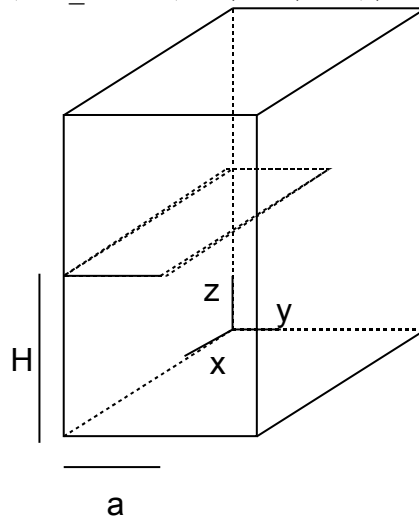

Figure 3.2-a : Barreau fissuré
- 1) si on souhaite définir un barreau fissuré de part en part dans son plan à la hauteur  $z=H$  (voir [Figure 3.2-a], sur laquelle la fissure est hachurée) :
- 2) si on souhaite définir une fissure elliptique dans un massif infini dans un plan à la hauteur  $z=H$  (voir [Figure 3.2-b], sur laquelle la fissure est hachurée) :